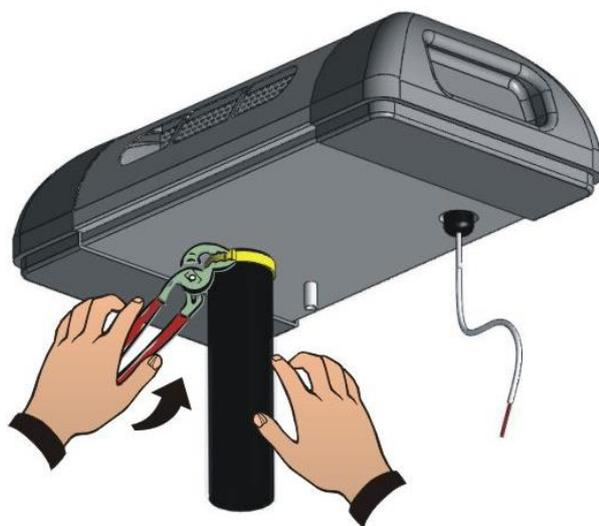
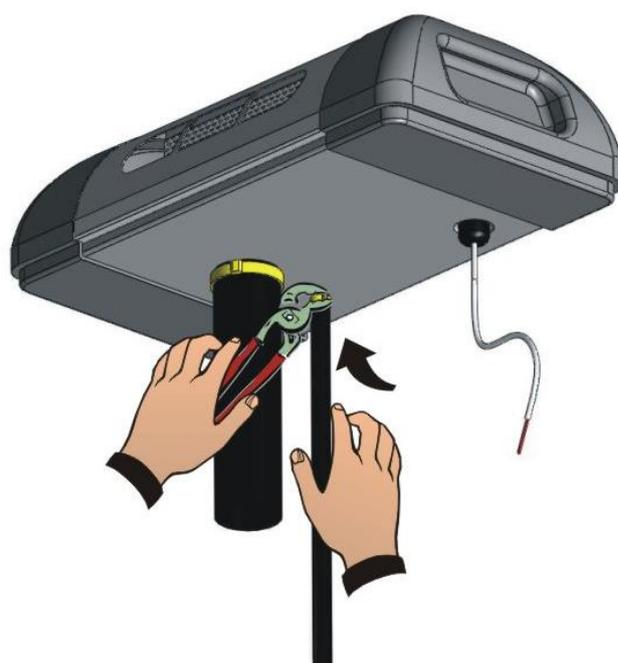

Fig.2
Fig. 3
4. Brancher le manchon de la vapeur à l'entrée de diamètre 40 de la tête (**Fig. 2**) et le tuyau d'évacuation du condensat à la sortie de diamètre 10 (**Fig. 3**).
4. Brancher le manchon de la vapeur à l'entrée de diamètre 40 de la tête (un pour chaque tête de ventilation) (**Fig. 2**) et le tuyau d'évacuation du condensat à la sortie de diamètre 10 (un pour chaque tête de ventilation) (**Fig. 3**).